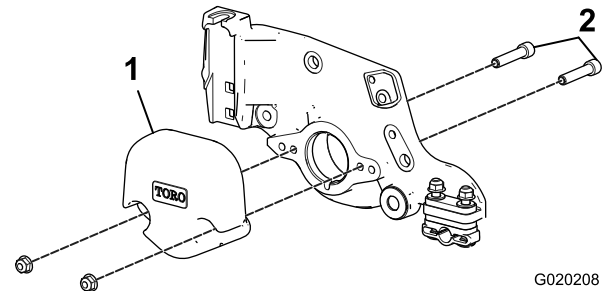

図 5
7. サイドプレートにカウンタウェイトを固定しているナット2個を外す。サイドプレートからカウンタウェイトとボルトを外す（図 5）。